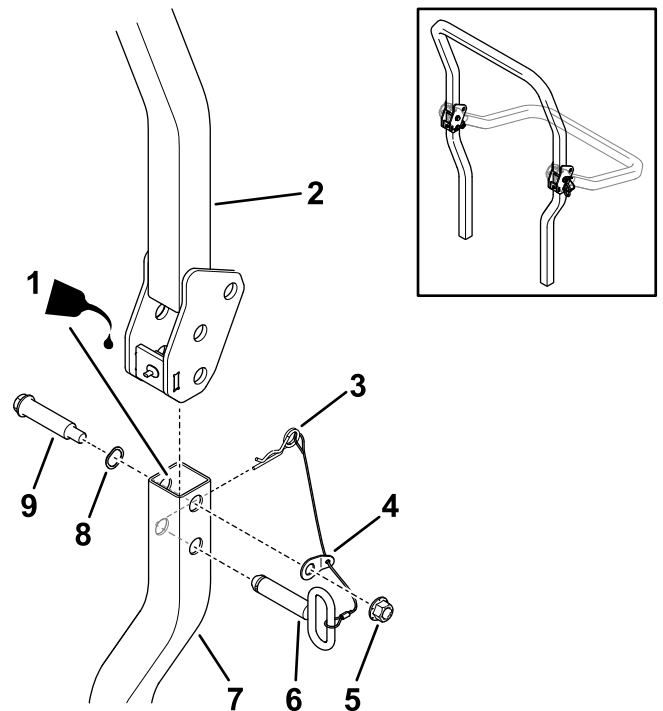

Figura 12
5. Oliate leggermente le superfici interne dei tubi del roll bar inferiore (Figura 12).
6. Montate senza fissare il roll bar superiore al roll bar inferiore con 2 bulloni di spallamento, 2 rondelle ondulate, 2 rondelle di fermo collegate a cordini e 2 dadi di bloccaggio (1/2"), come illustrato nella Figura 12.
8. Sollevate il roll bar superiore in posizione verticale, montate i perni di chiusura (le maniglie ovali devono essere rivolte verso la parte esterna della macchina), e fissate con le coppiglie su ciascun lato (Figura 12).